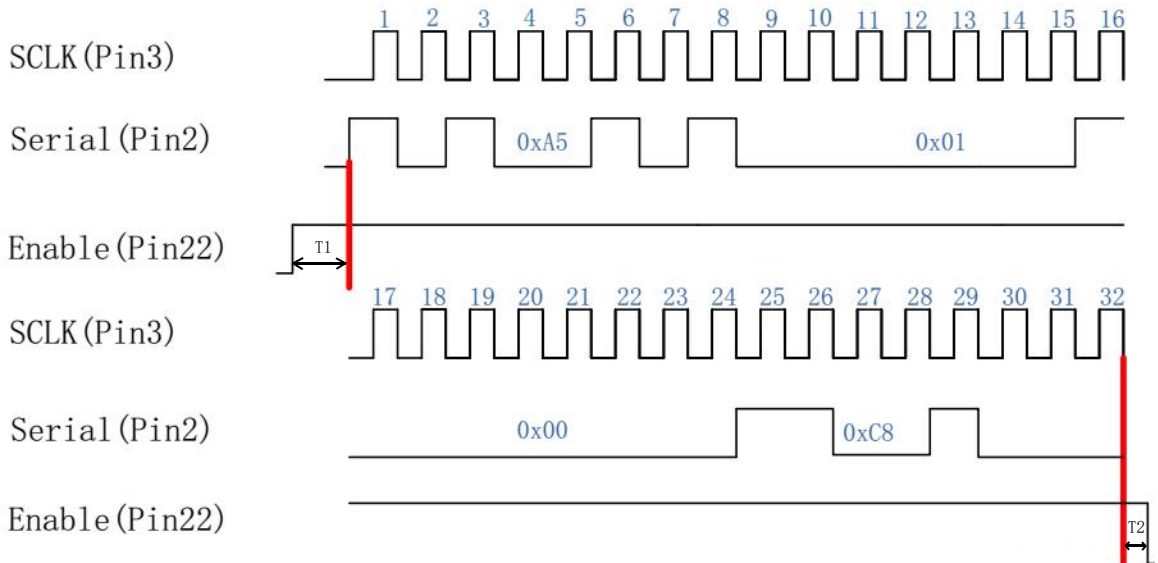

图 14 脉宽为 200ns 控制时序举例图
- PIN22 脚信号需提前打开 10us 后再调节 PIN2 和 PIN3 脚信号；脉宽调节完毕后需延时于 PIN2 和 PIN3 脚信号 10us 后再关闭 PIN22 脚信号（如图 14 所示）。
② 脉冲宽度控制指令编码